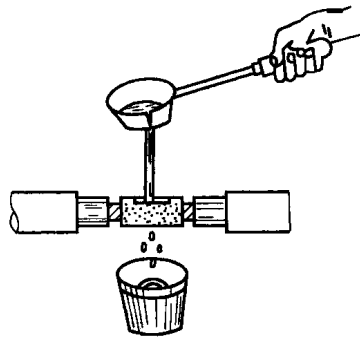

图 5-1 铜芯导线接头浇焊法
① 截面积为 10mm^2 及以下的铜芯导线接头,可用 30 ~ 150W 电烙铁进行锡焊。锡焊前,在芯线表面涂一层无酸焊锡膏,待电烙铁烧热后即可锡焊。
② 截面积为 16mm^2 及其以上的铜芯导线采用浇焊法,首先在化锡锅内用喷灯加热锡,达到一定温度后,表面呈磷黄色,然后将导线接头放在化锡锅上方,用勺盛熔锡浇接头处,如图 5-1 所示。开始,接头温度低,锡在接头上流动性差,继续浇下去,使接头温度升高。直至全部焊牢,擦除焊渣,使接头表面光滑。